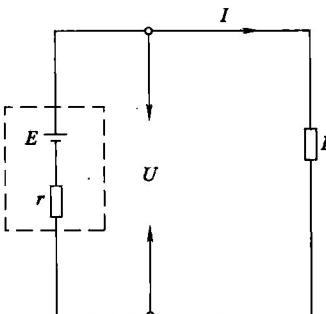

图 1-3 基本电路
(4) 电路基本定律 电路如图 1-3 所示。
① 全电路欧姆定律